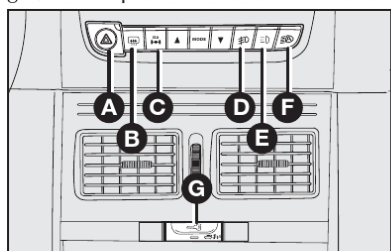

fig. 66
### BOTÕES DE COMANDO - fig. 66
**D - Faróis auxiliares** - Botão com indicação de função ativada no quadro de instrumentos para ligar e desligar os faróis auxiliares. Só funciona a partir do acionamento das luzes externas de posição. Os faróis auxiliares são desligados cada vez que a chave de ignição for desligada. Para ligá-los novamente é necessário pressionar o botão **D**-fig. 66.
Se as portas estiverem travadas e o botão **E**-fig. 66 for pressionado as portas se destravarão e o LED se acenderá.
**Se as portas tiverem sido trancadas através do telecomando da chave, o botão de fechamento centralizado G-fig. 66 será desabilitado. Nesta condição o botão somente será reabilitado quando houver um comando de destravamento das portas através do telecomando, ou na condição de chave ligada e código eletrônico (Fiat Code) reconhecido.**
Para abrir a tampa do porta-malas, pressione prolongadamente o botão **E**-fig 66; dessa forma ocorre o destravamento elétrico e a abertura da tampa.
Para abrir o suporte do estepe/tampa porta-malas, pressione prolongadamente (mais de 2 segundos) o botão **E**-fig. 66.
### PREDISPOSIÇÃO PARA FARÓIS AUXILIARES - fig. 66